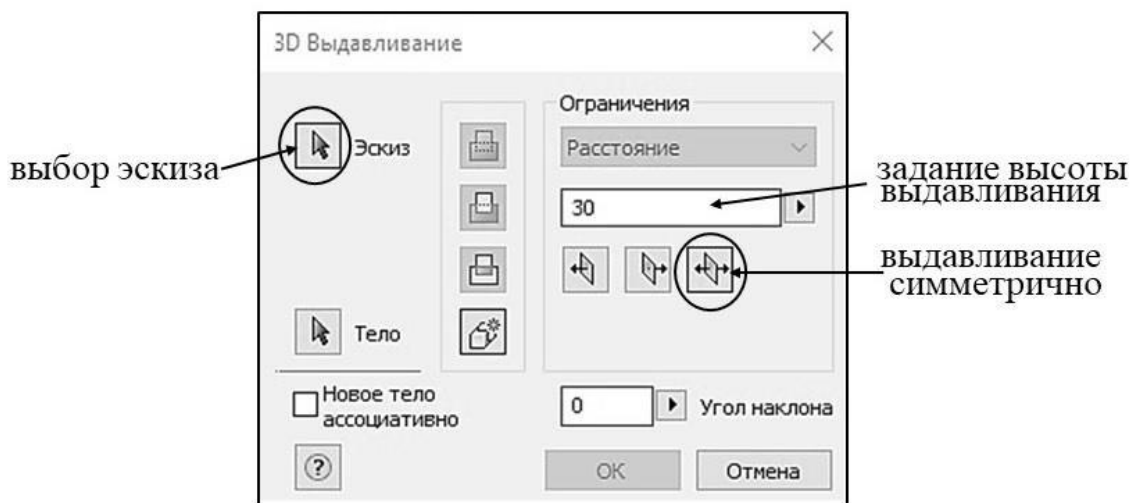
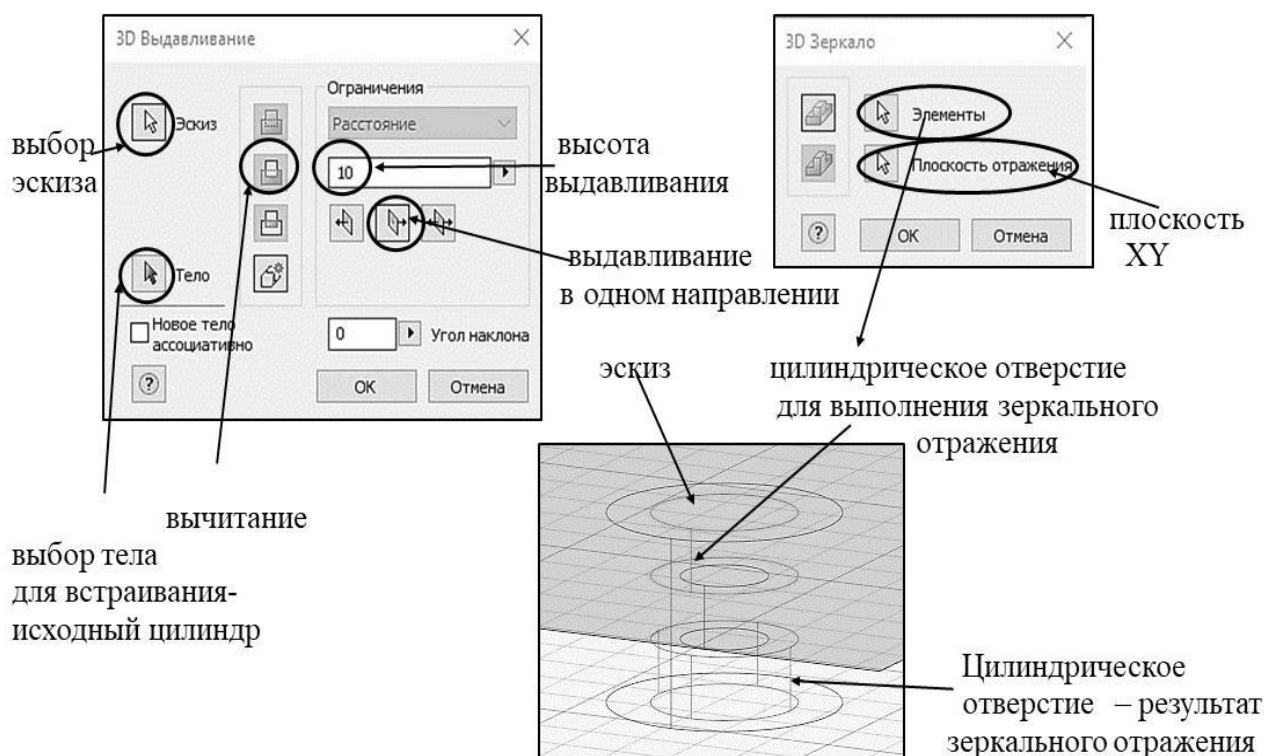

Рис. 3.9. Диалог команды **Выдавливание** при создании цилиндра высотой 30
Рис. 3.10. Этапы создания трех отверстий внутри исходного цилиндра
Теперь необходимо вызвать команду **Выдавливание** для создания цилиндра высотой 30. При выполнении этой команды требуется выбрать эскиз – окружность. Задать опцию **выдавливание симметрично** по отношению к плоскости, в которой находится эскиз (рис.3.9).
После этого необходимо создать три цилиндрических отверстия внутри цилиндра. Для первого внутреннего отверстия создаем эскиз (окружность диаметром 15) в той же плоскости, что и первый эскиз, т.е. в плоскости XY. Порядок создания данного эскиза такой же, как для эскиза **окружность** для исходного цилиндра. Затем нужно вызвать команду **Выдавливание** и построить с ее помощью цилиндр высотой 10 внутри исходного цилиндра. Диалог команды **Выдавливание** в этом случае совпадает с диалогом этой же команды при создании предыдущего цилиндра (рис. 3.9), а высота выдавливания – 10. После этого нужно вызвать из **Ленточного меню** логическую операцию **Вычитание** (4. – рис. 3.7) и выполнить вычитание построенного, внутреннего цилиндра из первого цилиндра. В результате получаем первое внутреннее отверстие (рис. 3.10).
Теперь необходимо создать два отверстия диаметром 25. Для этого требуется построить сначала одно отверстие с помощью команды **Выдавливание** с вычитанием, а затем другое отверстие, которое получается в результате выполнения команды **3D Зеркало** для зеркального отражения ранее выполненного отверстия (рис. 3.10).
15. В результате на рабочем пространстве появляется рабочая плоскость, совпадающая с верхним основанием цилиндра. Именно в этой плоскости необходимо нарисовать эскиз – окружность диаметром 25. Затем данный эскиз нужно выдавить с вычитанием на высоту 10 внутрь цилиндра (рис. 3.10).
В диалоге команды **3D Зеркало** нужно выбрать цилиндрическое отверстие, созданное на предыдущем шаге, в качестве плоскости отражения задать плоскость XY, затем завершить выполнение команды (рис. 3.10).